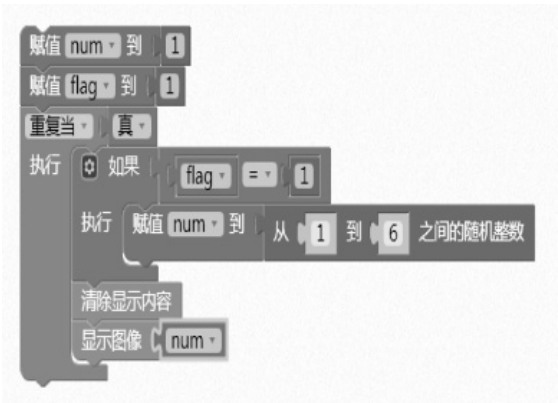

图 6-16 显示 num 的值
⑨ 显示 `num` 的值。在显示之前，先将已有的显示内容清除，选择“显示”块的“清除显示内容”放到逻辑执行体的下面与其对接；选择“显示”块的“显示图像”放到“清除显示内容”下面；选择变量“`num`”与“显示图像”拼插在一起，如图 6-16 所示。在这里我们要注意，`num` 是整数型，而前面讲过“显示图像”（`display.show()`）只能显示字符串，所以要使用 `str()` 函数（见图 6-19）将 `num` 转换为字符串型，这个转换只能在代码显示区进行修改，将 `display.show(num)` 修